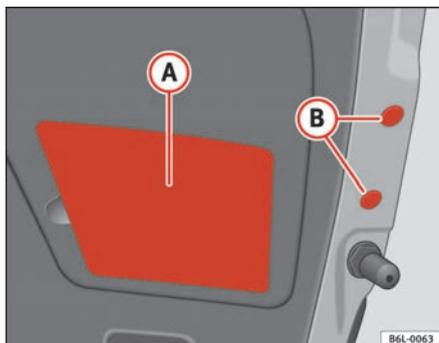

Fig. 163 Feu arrière dans le hayon
- Placer les bouchons (B) et le cache en plastique (A) ⇒ fig. 163.